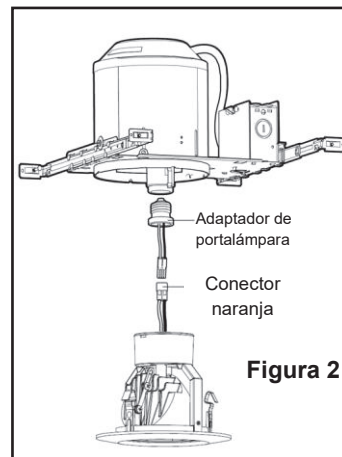

Figura 2
1. Retire la lámpara y el reflector existentes, dejando que el enchufe cuelgue de los cables. (Figura 2)